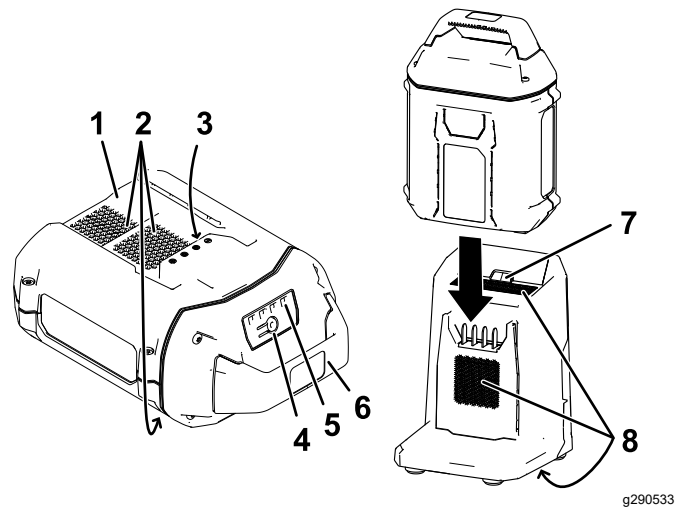

Figura 17
- Alinhe a cavidade na bateria (Figura 17) com o ressaltado no carregador.
- Deslize a bateria para o carregador até que fique totalmente encaixada (Figura 17).